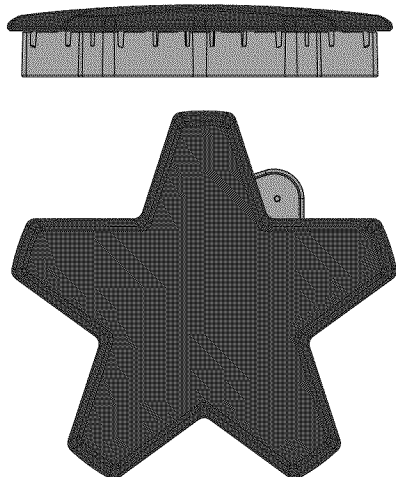

Figure 10 : Emplacement correct du capuchon de brûleur
- Vérifier chaque brûleur afin de s'assurer qu'il n'y a pas d'espace entre le capuchon et la base du brûleur. Voir les figures 10 et 11 ; emplacement correct et incorrect du capuchon de brûleur, pour des exemples d'emplacements appropriés ou non.
- L'on peut bouger délicatement le capuchon d'un côté à l'autre pour vérifier s'il est adéquatement positionné sur la base du brûleur. Lorsque bien en place, chaque capuchon repose à plat sur le dessus de la base du brûleur et couvre complètement la forme en étoile de la base, lorsque vu de dessus, figure 10 ; emplacement correct du capuchon de brûleur..